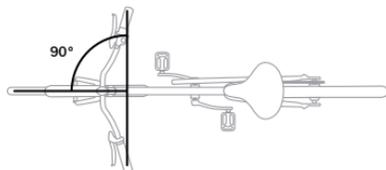

Abb. 1.3: Korrekte Ausrichtung von Lenker und Sattel.
- Stelle sicher, dass der Lenker im 90-Grad-Winkel zum Laufrad steht (siehe Abbildung 1.3).
- Stelle sicher, dass der Sattel mit dem Oberrohr des Fahrrads eine Linie bildet (siehe Abbildung 1.3).